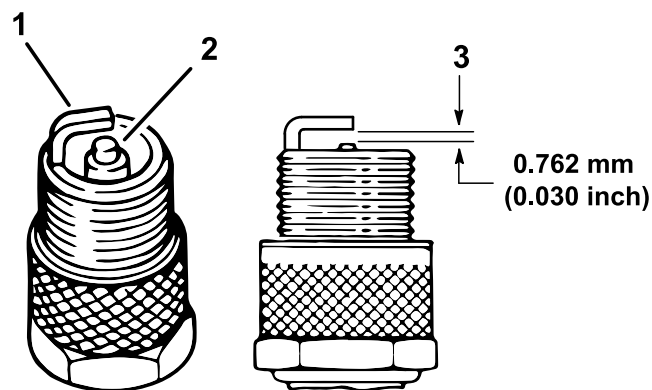

Figura 34
4. Verificați starea electrodului lateral, a electrodului central și a izolatorului electrodului central, pentru a vă asigura că nu sunt deteriorate (Figura 34).
5. Lăsați o distanță de 0,762 mm între electrodul central și lateral, conform indicațiilor din Figura 34.